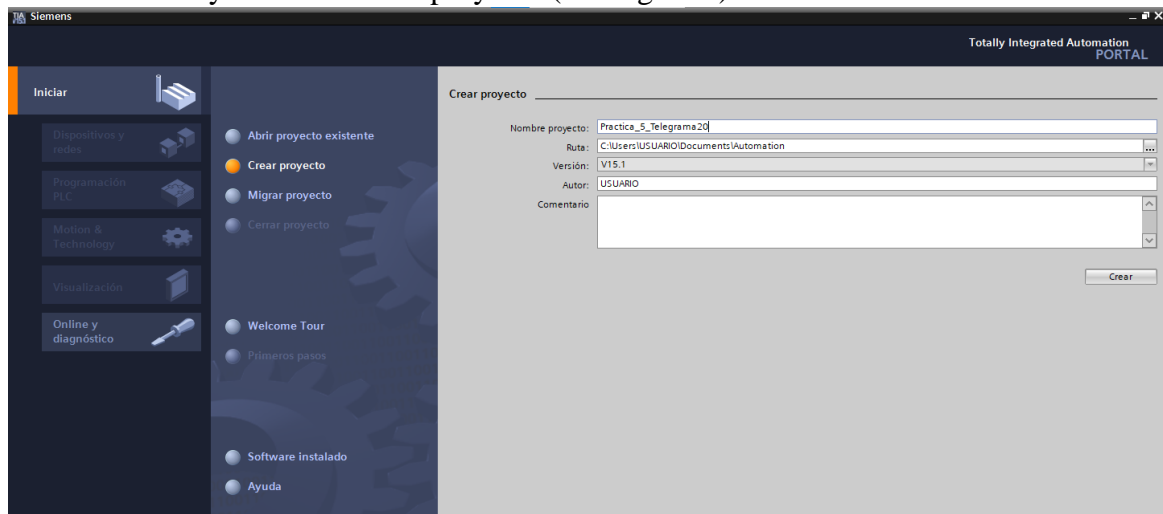

Figura 9. Creación de proyecto.
- (1) Abrir Tia Portal y crear un nuevo proyecto (ver Figura 9).